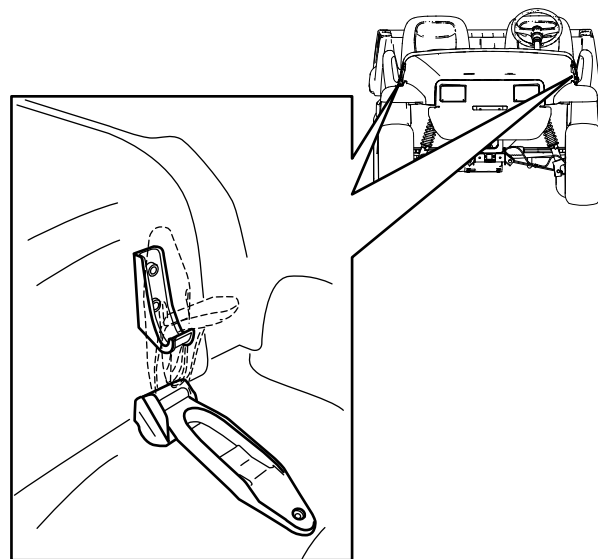

図 28
1. フードの両側についているゴム製ラッチのハンドルを上げる 図 28。
2. フードの両側で、ゴム製ラッチとラッチアンカーをそろえてラッチを掛ける (図 28)。